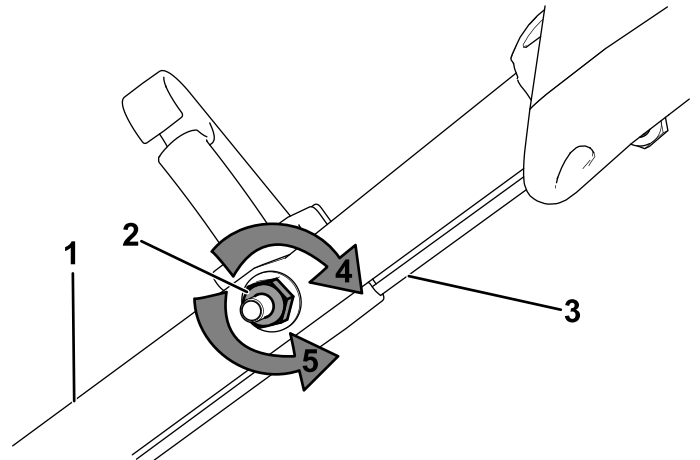

Figure 31
1. Tournez l'écrou de réglage dans le sens antihoraire pour desserrer le réglage du câble (Figure 31).
2. Ajustez la tension du câble (Figure 31) en le tirant en arrière ou en le poussant en avant puis en le maintenant à cette position.